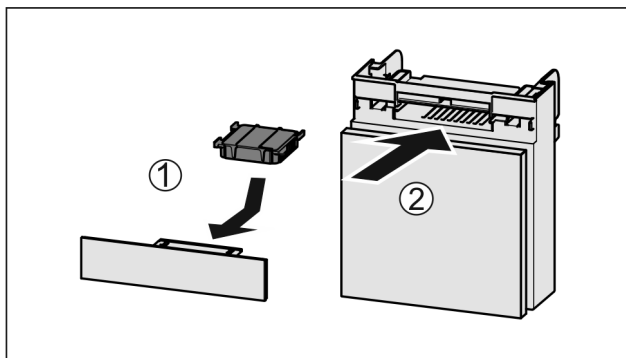

Fig. 86
- Insérer le filtre à charbon actif d'après le schéma Fig. 86 (1).
- Insérer le compartiment Fig. 86 (2).